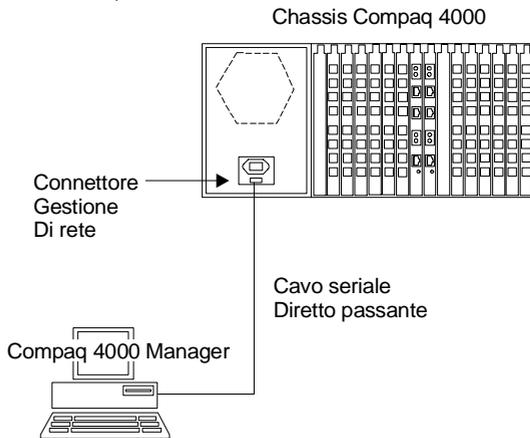

Figura 2-14. Collegamento di un cavo diretto passante
1. Collegare il connettore DB9 di un cavo seriale diretto al connettore di gestione di rete sul retro dell'alimentatore dello chassis. (La Compaq fornisce insieme allo chassis un cavo diretto seriale da DB9 a DB9.) Si veda Figura 2-14. Accertarsi che il cavo sia munito dei nove piedini.